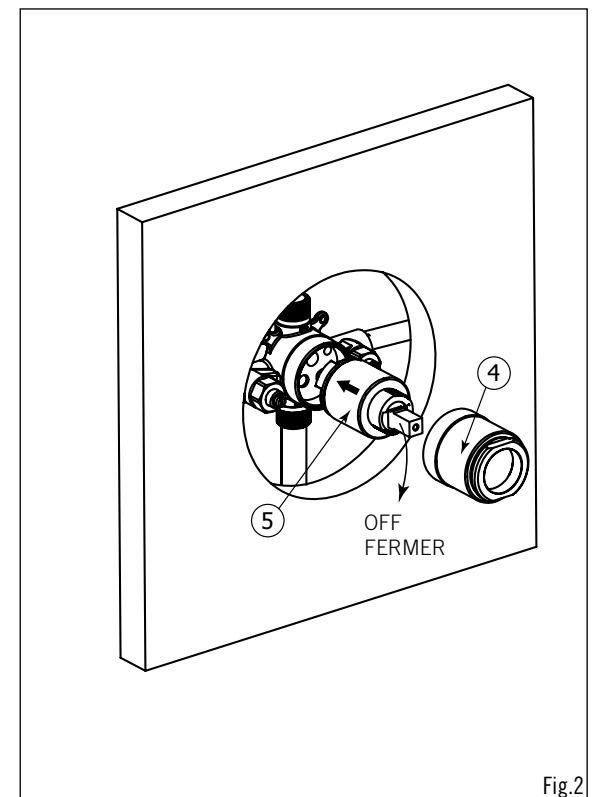

Fig.2
Insert the cartridge (5) into the valve body as shown (Fig.2). Screw the cartridge holder (4) back into place. **DO NOT OVERTIGHTEN.**
Insérer la cartouche (5) dans la valve tel qu'illustré. (Voir Fig.2). Revisser le manchon (4) en place. **NE PAS TROP SERRER.**